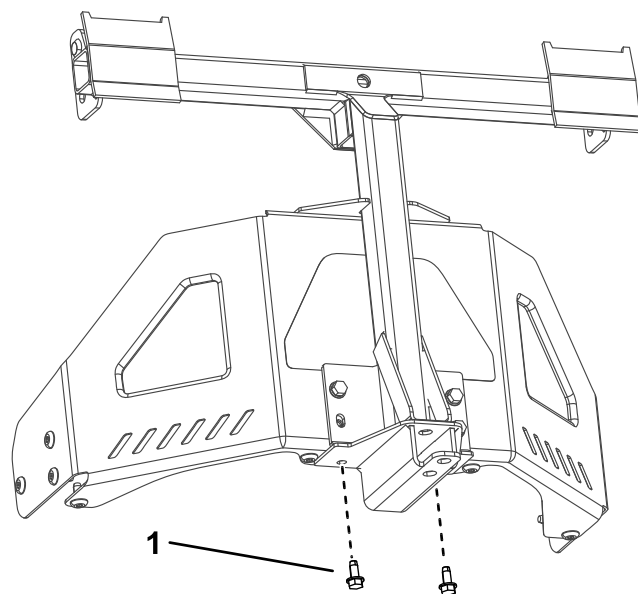

図 7
3. ピボットフレームを、機体フレームの底部に固定するタッピングねじ 5/16 x ¾" 2本を使用して 図 7 のように取り付ける。